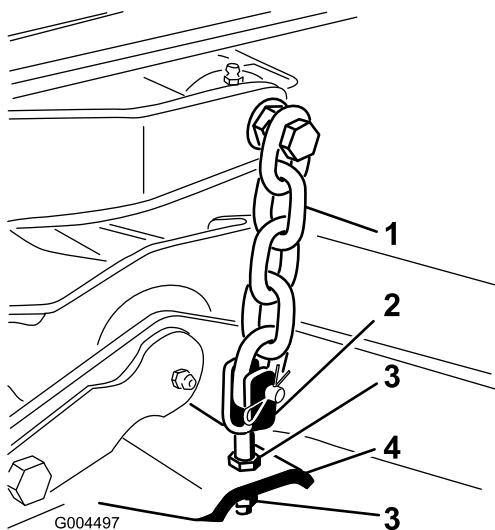

Figure 24
- Ajustez les écrous de blocage qui fixent les chapes/chaînes au plateau de coupe jusqu'à ce que le plateau de coupe soit de niveau (Figure 24).
du plateau de coupe de sorte à obtenir une inclinaison de la lame de 8 mm (Figure 24).